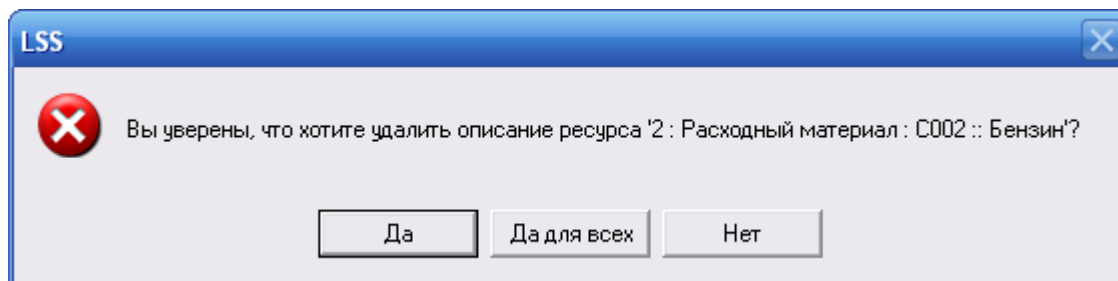

Рис. 2-49
4. Если ресурс не используется в шаге задачи, то появится сообщение, представленное на рис. 2-49. При нажатии на кнопку **Да** происходит удаление ресурса. Кнопка **Да для всех** применяется для подтверждения удаления всех выделенных ресурсов (при одновременном удалении нескольких ресурсов).